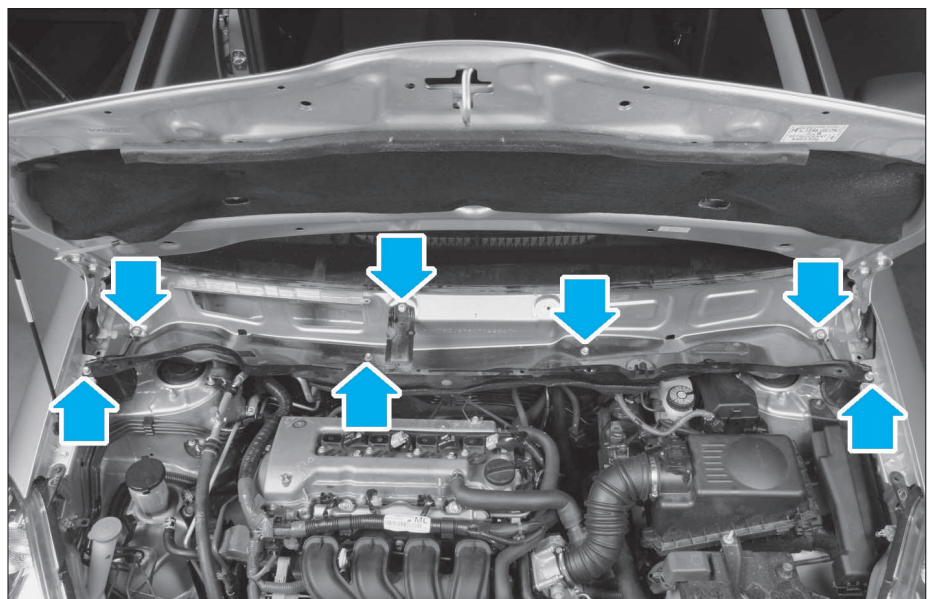

FIG. 59
- Déposer la tôle d'auvent (7 vis) (fig. 59).